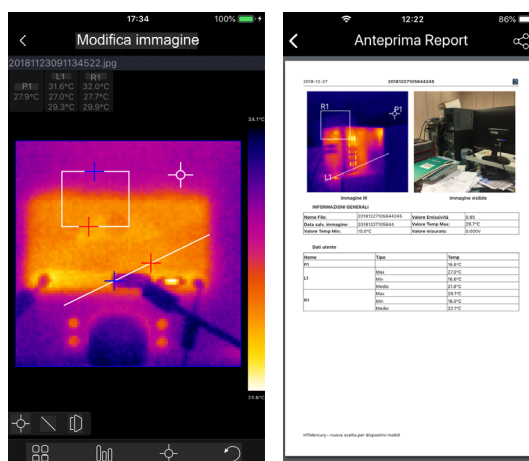

Fig. 21: Applicazioni dell'APP HTMercury
1. Premere il tasto **ESC**/ per attivare il modo Manuale. I valori di temperatura restano fissi all'interno di una cornice con sfondo grigio e il simbolo  è mostrato a display (vedere Fig.21 – parte sinistra)
2. Premere il tasto  per impostare il valore di temperatura superiore La seguente videata (vedere Fig.21 – parte centrale) è mostrata a display
4. Selezionare il tasto virtuale "" per cancellare il valore, premere il tasto **T** per fissare ogni valore e selezionare il tasto virtuale "**Enter**" per confermare il valore (ex: 35.0°C nella Fig. 21 – parte centrale) e uscire dall'impostazione
6. La visualizzazione dell'oggetto in modo Manuale è mostrata nella Fig. 21 – parte destra